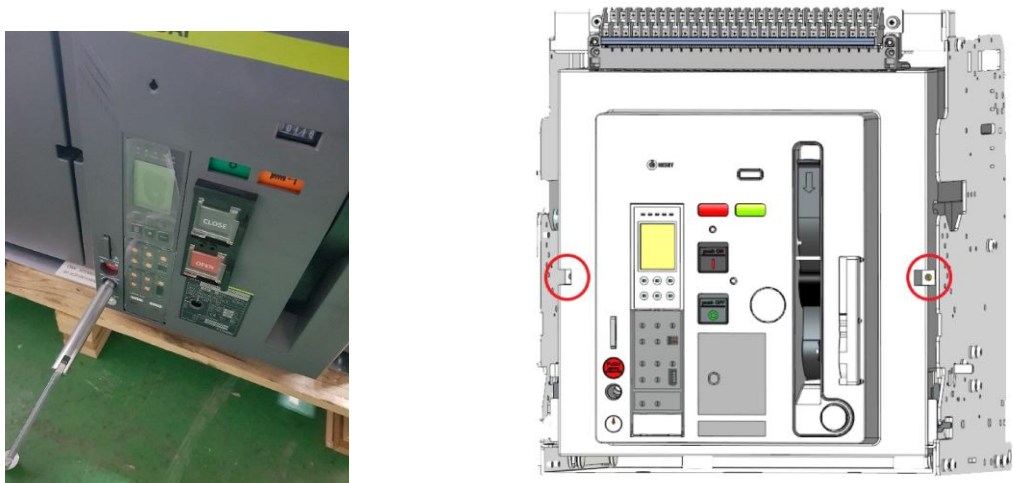

Fig. 1
- 1. ACB의 본체를 크래들에서 분리합니다. 그리고 (+) 드라이버를 사용하여 양쪽 볼트를 풀어줍니다. [FIG 1]
- 1. Draw out body of ACB and loosen both bolts by using (+) driver [FIG 1]